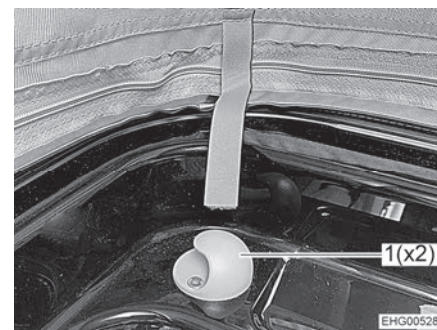

Fig. 63 Supporto
- Agganciare la rete protettiva ai due supporti (Fig. 63,1).